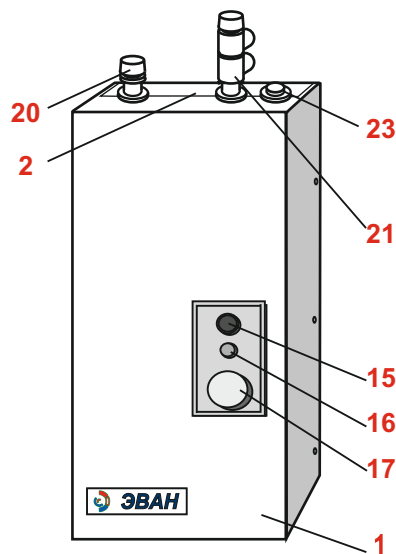

Рисунок 1.
4.1 Водонагреватели ЭВАН-В1 -6; -7,5; -9; -12; -15; -18; -24; -30 в соответствии с рис.1, 2 состоят из следующих основных частей:
- кожуха (1) рис.1 с брызгозащитной панелью (2);
4.4 На входном патрубке установлен обратный клапан (20) (рис.1), при монтаже водонагревателя на выходной патрубке устанавливается "группа безопасности" (21) из комплекта поставки.
4.6 Для предотвращения попадания брызг на клеммник подключение питающего кабеля осуществляется через гермоввод (уплотнительную манжету) (23) (рис. 1).